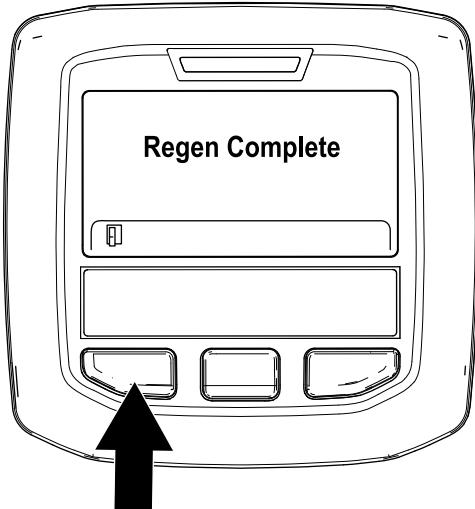

図 40
- 駐車再生が終了すると、インフォセンターに Regen Complete と表示される。左ボタンを押してホーム画面に戻る図 40。